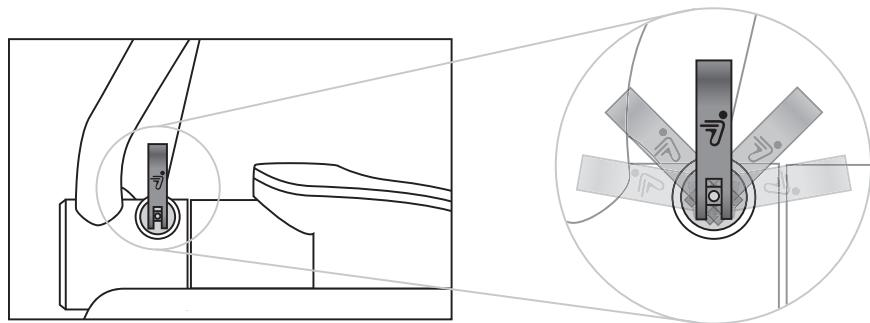

图 6. 放置免工具释放杆
6. 紧固之后, 确保免工具释放杆处于图 6 中所示阴影区的任意位置。